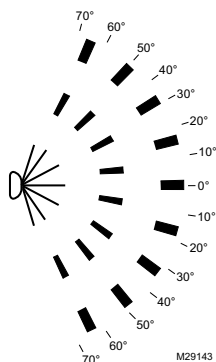

Fig. 2. Vista superior del patrón de detección de PIR.
- Ángulo:** 140 grados (consulte la Fig. 2)